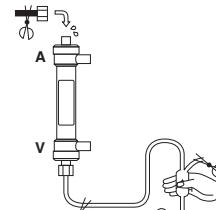

Fig.3 / Abb. 3 / Εικ. 3
- 5) Conecte com cuidado a linha arterial preenchida com soro fisiológico à porta arterial, tomando cuidado para não permitir a entrada de ar no dialisador. Se forem observadas algumas bolhas de ar na porta arterial, remova-as apertando a câmara de gotejamento venoso. (Fig. 3)